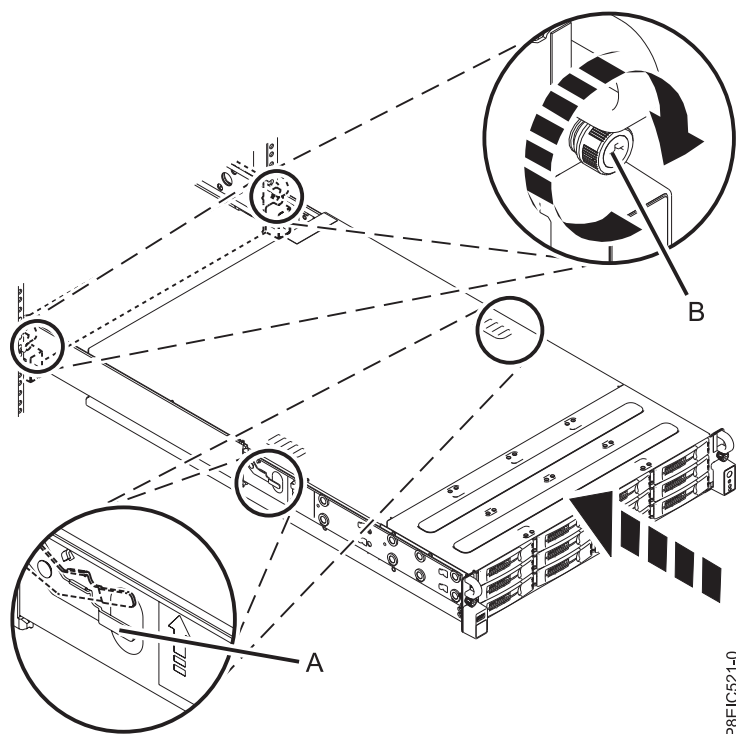

Figura 49. Colocación del sistema en la posición operativa
5. Libere los pestillos de seguridad del riel (A) estirándolos hacia arriba, tal como se indica en Figura 49, después, empuje el sistema para que quede totalmente dentro del bastidor.